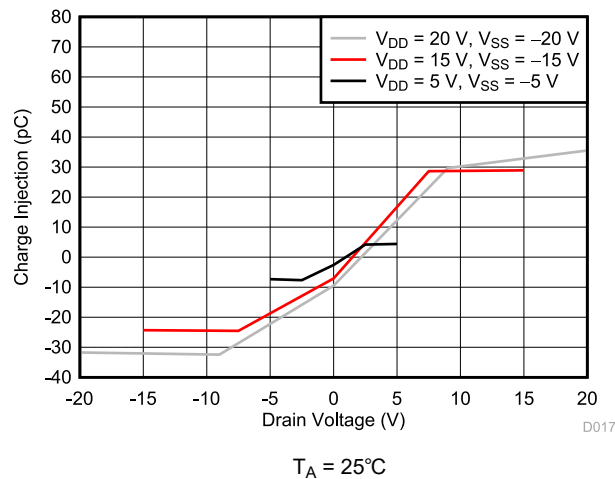

図 9-3. 電荷注入とドレイン電圧との関係
MUX708-Q1 はオンおよびオフ時のリーク電流が小さく、超低チャージ インジェクション性能を備えているため、高精度の産業用システムの実装に理想的です。MUX708-Q1 には、ドレイン側 (D) へのチャージ インジェクションを低減するための専用アーキテクチャが搭載されています (詳細は セクション 8.3.7 を参照してください)。図 9-3 に MUX708-Q1 のチャージ インジェクションとソース電圧の関係を示します。